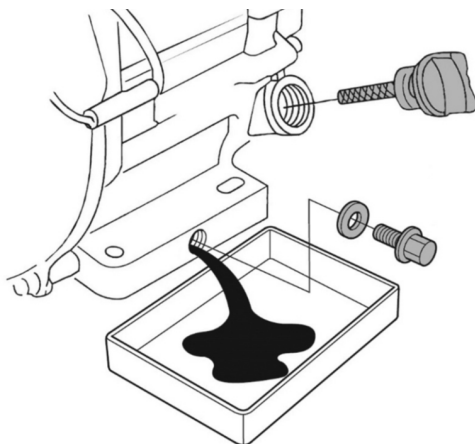

Рис. 19 Замена моторного масла
6. Открутите пробку для слива масла и слейте отработанное масло в подготовленную для этого емкость (Рис.19).